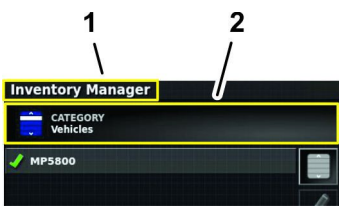

Figure 98
5. Si le type de catégorie d'information (par ex. produits, buses personnalisées, champs, tâches, limites de champ, lignes AB et courbes) que vous voulez exporter n'apparaît pas sur l'icône Catégorie, appuyez sur l'icône Catégorie (Figure 98).